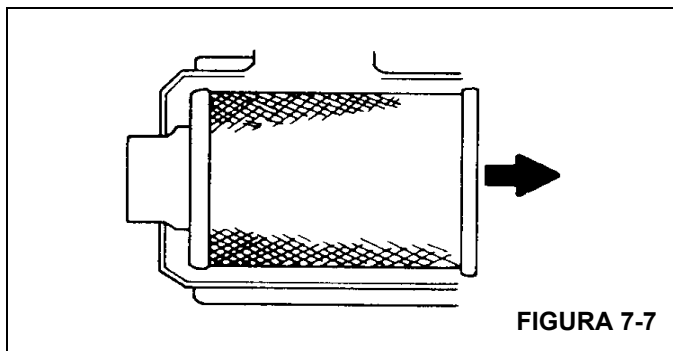

FIGURA 7-7
- b. EVITE DESPLAZAR EL POLVO DEL FILTRO. Tire suavemente del filtro para sacarlo del tubo de salida y de la caja. Evite golpear el filtro contra la caja (Figura 7-7).